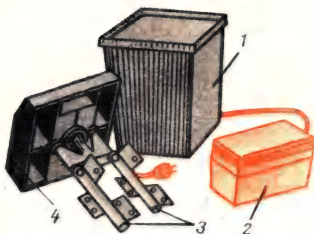

Рис. 41. Маслособка «Сибирячка»:
**Электрические маслобойки.** Предназначены для приготовления в домашних условиях из сливок или сметаны масла: соленого и несоленого, а также с различными наполнителями (медом, фруктовыми соками, какао, сахаром и др.) (рис. 41). Жирность исходного продукта (пастеризованные сливки или сметана) 28...33 %. В пахте остается до 3 % жира. Основные технические данные сепараторов и маслобоек приведены в таблице 41.